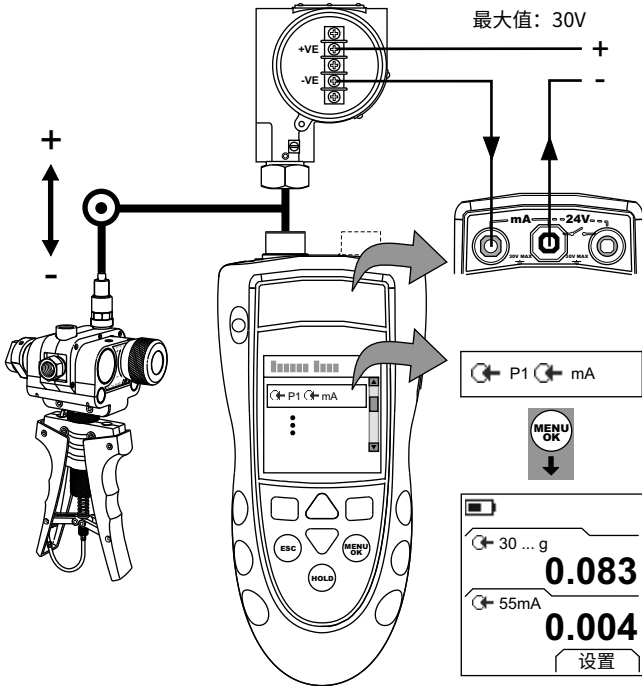
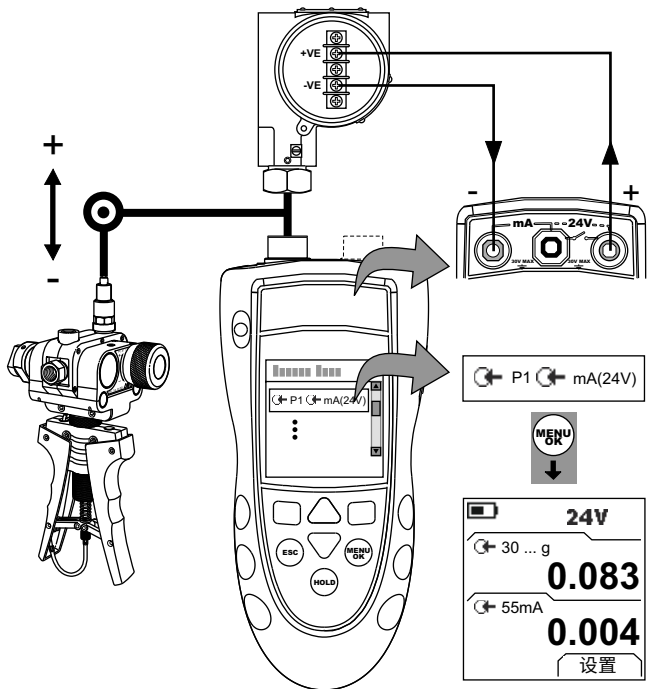

图 5: 配置示例 — 带外部回路电源的变压器校准
图 6：配置示例 — 带内部回路电源的变频器校准
1. 连接仪表（图 5 或图 6），如有必要，调整设定（表 1）。